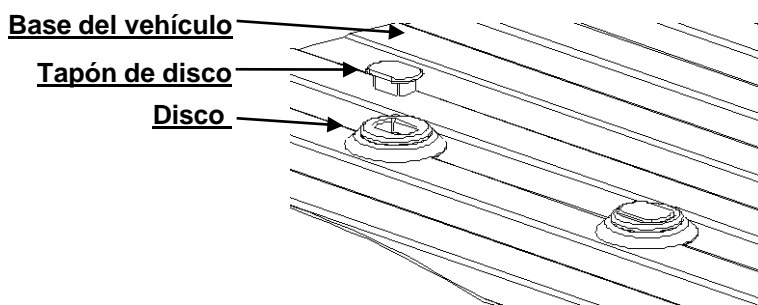

Figura 4: Tapones de disco
1. Quite los tapones de disco de todos (4) los discos en la base del vehículo (Figura 4) y guarde para su uso cuando se quite el adaptador.
4. Coloque a presión los tapones de los discos (vienen con el kit de montaje) en todos los (4) discos en la base del vehículo para mantener la suciedad fuera de los discos (Figura 4).